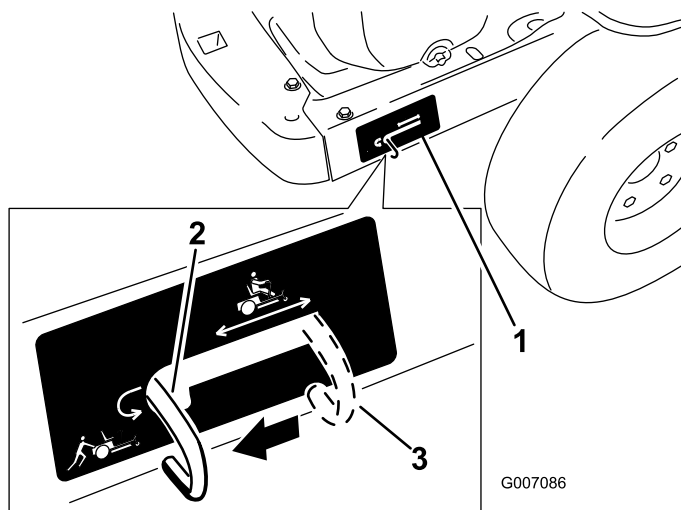

Figure 19
4. Déplacez les leviers de dérivation en arrière, puis abaissez-les pour les bloquer en place comme illustré à la Figure 19 et désengager les moteurs de roues. Répétez cette procédure de chaque côté de la machine.
Levez les leviers de dérivation et poussez-les en avant jusqu'au **centre** de la fente horizontale (Figure 19) pour engager les moteurs de roues.